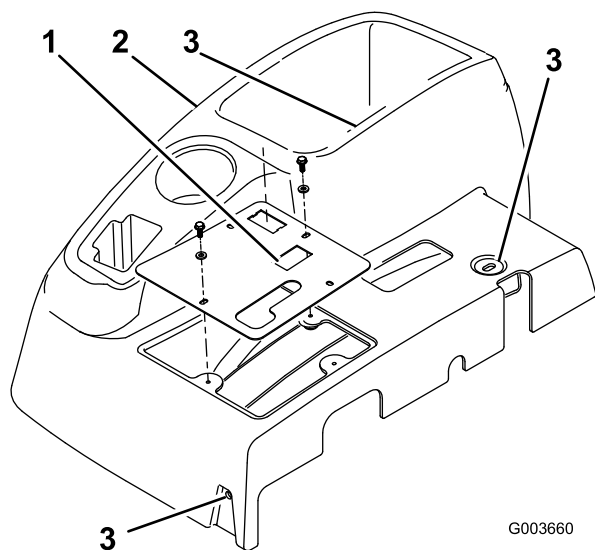

図 1
3. コントロールパネルをコンソールに取り付けている4つのワッシャーとボルトを取り外す(図 1)。
5. コントロールパネルを取り外す(図 1)。
6. コンソールをフレームに固定しているボルト3本を取り外す(図 1)。コンソールの下端をサポートブラケットの周囲でゆっくりと持ち上げ、ブレーキハンドルを超えて上にスライドさせて、コンソールを取り外す。